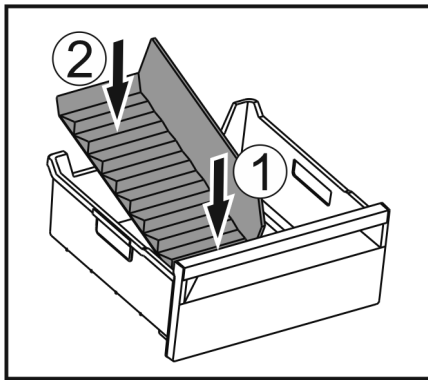

Fig. 191
- ▶ 装入冰格分隔器前部。 Fig. 191 (1)
- ▶ 将冰格分隔器后部放低至抽屉底板。 Fig. 191 (2)